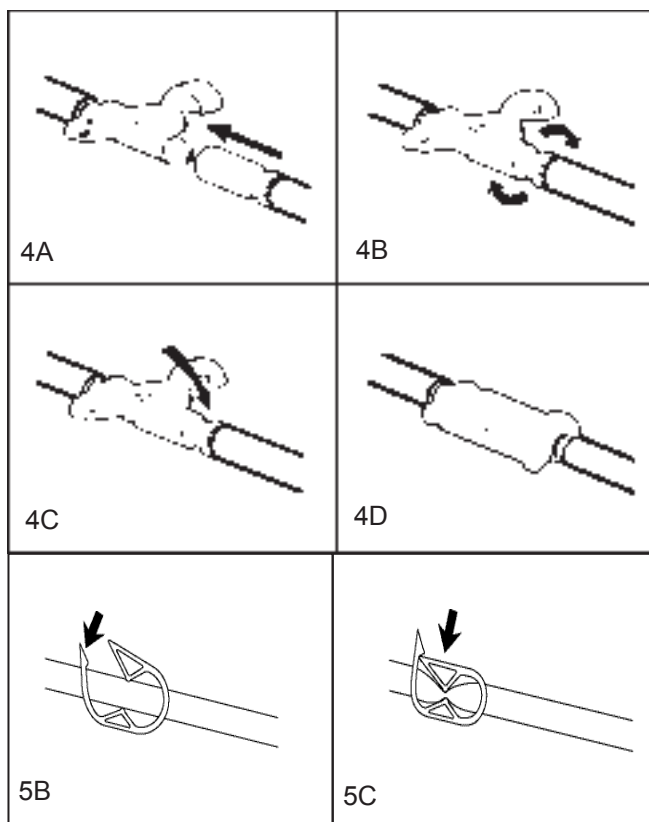

Figura 4: Conectores Clik-Tite®
5. Enrolle el tubo y fije los conectores Clik-Tite® al tubo (véase Figura 4, página 7), cuando corresponda.